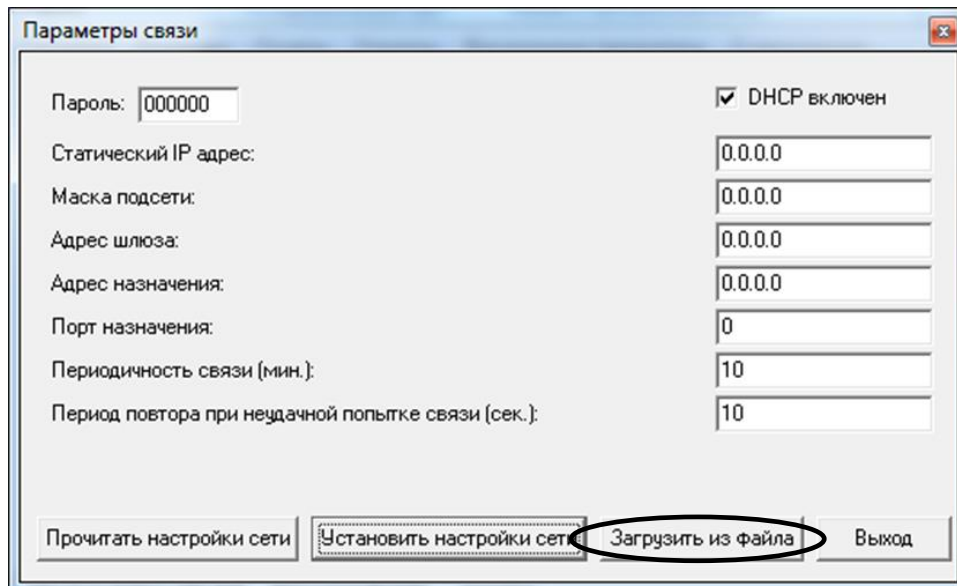
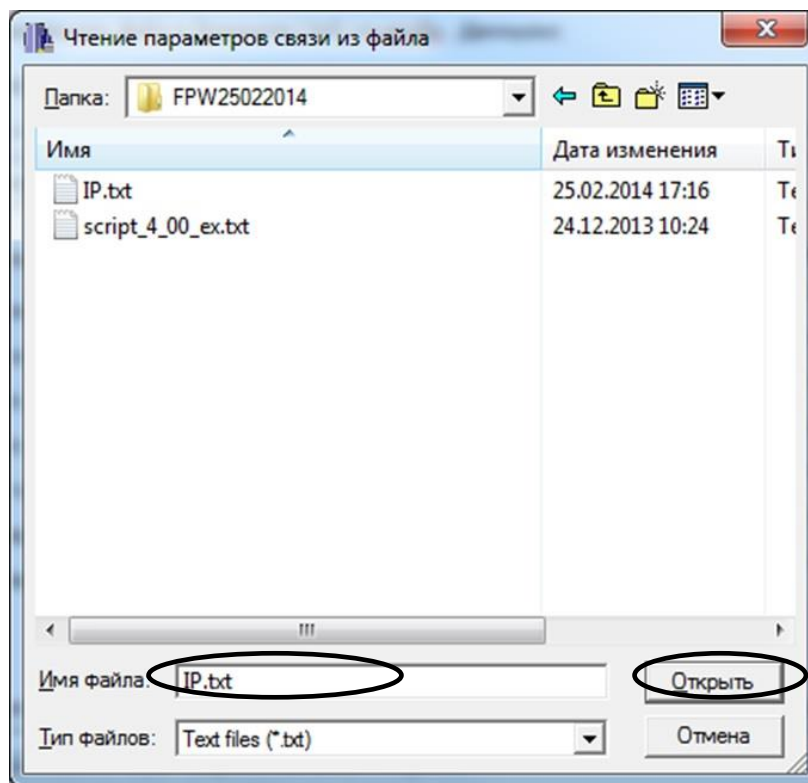

Рисунок 28
Рисунок 30
У вікні «Параметры связи» з'являться параметри налаштування запрограмовані у пам'ять реєстратора (рисунок 28).
6.1.7 Для завантаження параметрів із текстового файлу натиснути кнопку «Загрузить из файла» (рисунок 28). У вікні, що з'явиться обрати файл з параметрами зв'язку реєстратора (рисунок 30). Натиснути «Открыть».